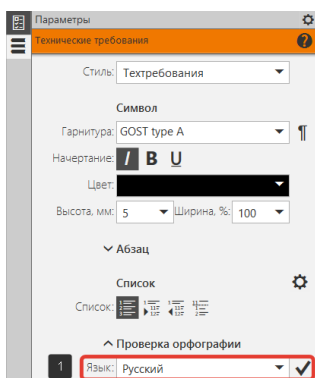

Рисунок 262 – Панель оформления
Панель параметров. Панель состоит из двух основных панелей: оформления и вставки. В панели оформления осуществляется настройка текста: шрифт, высота шрифта, начертание, абзац и т. д. Команда Правописание (1) позволяет проверить правописание текста на различных языках (Рисунок 262).